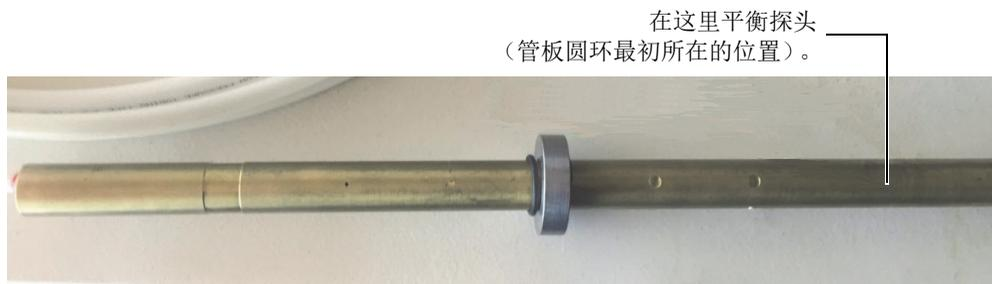

图 5-176 移动了管板圆环后的平衡位置
2. 将探头放置于无缺陷区域（参见第 235 页的图 5-176），然后按“平衡”脚踏开关。
4. 将探头放在没有缺陷的区域（参见第 235 页的图 5-176）。